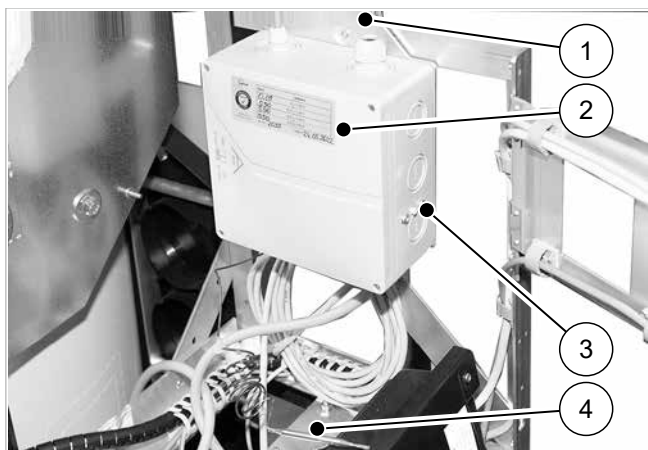

Abb. 8: Anschlussbox für Heizpatrone, montiert
1. Den Sicherheitstemperaturbegrenzer (4, → Abb. 8) in die Hülse an der Heizpatrone stecken und mit beiliegendem Federstecker sichern.